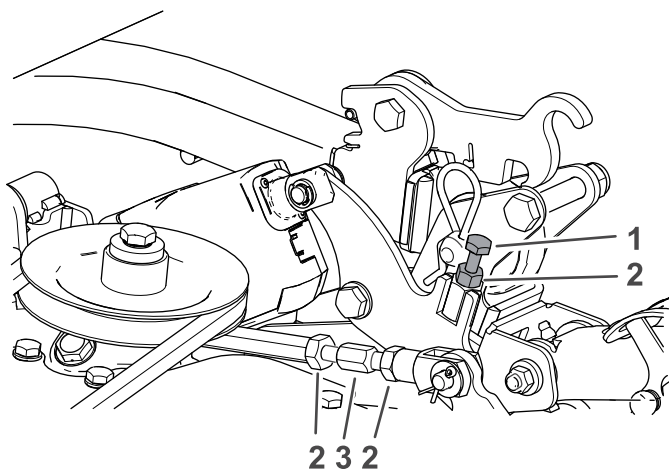
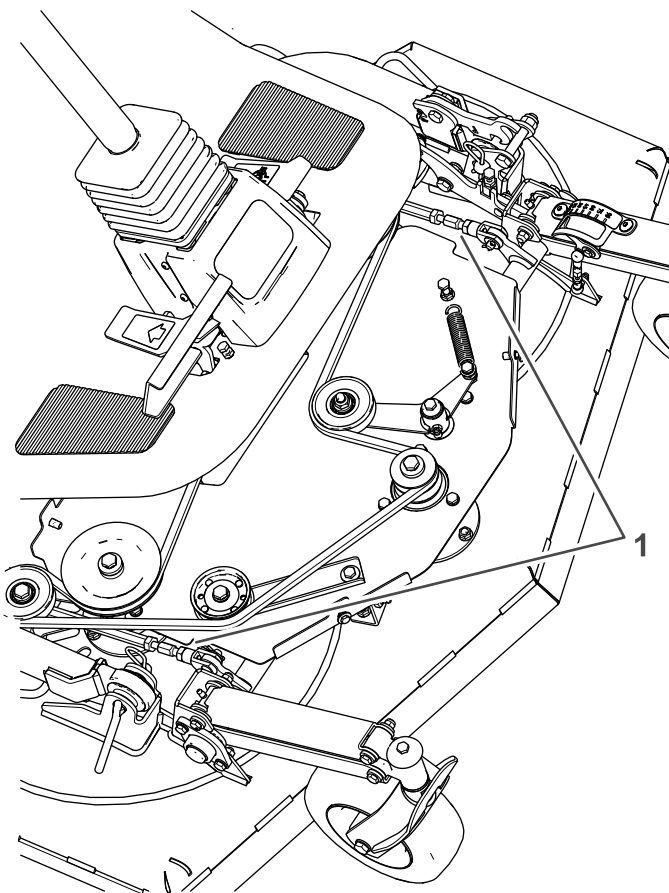

Figure 99
Figure 100
- B. Pour élever l'avant de la machine à 64 mm, desserrez l'écrou de blocage et ajustez le boulon de réglage ; voir Figure 99.
C. Pour relever l'arrière de l'unité de coupe, desserrez les écrous de blocage des biellettes des deux côtés de l'unité de coupe (Figure 99 et Figure 100).
6. Resserrez les écrous de blocage des biellettes (Figure 99).